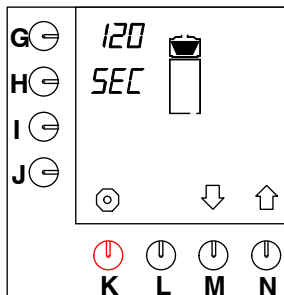

Fig. 36 Dryppetid
- Tryk på valgknappen (N.)↑, indtil fig. 36 vises i displayet.